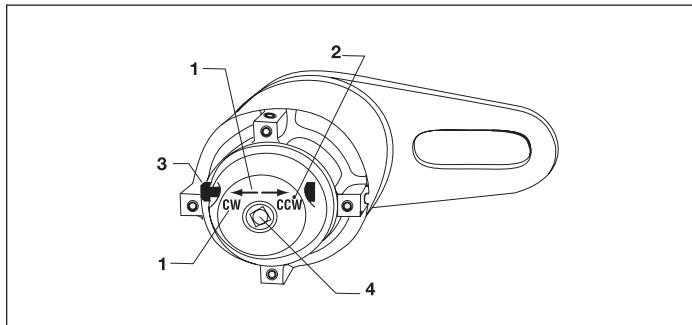

図3 - 入力端の詳細(時計方向回転の場合)
動力駆動によるトルク操作を行うには、セレクターポール(図3、品目3)を中立位置に設定し、中立位置セットスクリュー(図3、品目3)を締め付けてセレクターポールをロックしなければなりません。セレクターポールは、手動入力の場合に、トルクマルチプライヤーの回転方向を設定するのに使用します。(E290+、E291、E391の各モデルにはありません)。インパクトレンチは、駆動源として使用しないでください。マルチプライヤーの動力伝達系を破損します。
- セレクターポール(図3、品目3)を押し、目的の回転方向にセットします。回転方向は、ケースの入力側に文字と矢印で刻印されています。たとえば、「CCW」は反時計方向なので、反時計方向に回転する場合は、CCWと刻印された矢印の方向にセレクターポールを押し込みます。時計方向の場合は、CWの方向に押し込みます。(E290+、E291、E391の各モデルにはありません)。
バックラッシュ防止モデルの場合:トルクレンチを使用して、内部バックラッシュ防止装置を解放するのに十分な入力トルクを与えます。入力トルクを維持したまま、セレクターポール(図3、品目3)を反対側(例:CWだった場合にはCCW)に押し入れます。入力トルクを徐々に減らします。(E290+、E291、E391の各モデルにはありません)。
認定された衝撃性でない駆動源を使用します。空気圧を使用できるモデルは、E391、E392、E393、E492、E493、E494、E495だけです。セレクターポールを中立位置でロックします。中立位置は「CW」と「CCW」の中間の位置で、セットスクリュー(図3、品目2)を締め付けることによってロックします。